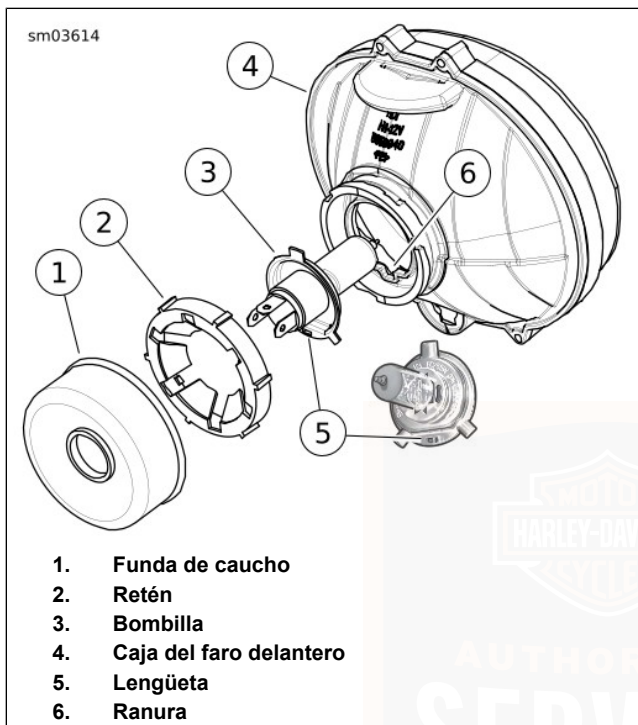

Figura 65. Conjunto de la caja del faro delantero
1. Vea Figura 65. Retire la funda de caucho (1).
2. Gire el retén (2) hacia la izquierda y extráigalo.
4. Vea Figura 65. Instale la bombilla **nueva** en la caja del faro delantero. Asegúrese de que la lengüeta (5) en la bombilla está alineada con la ranura (6) en la caja de la bombilla.
5. Instale el retén (2) y gírelo hacia la derecha para asegurarlo.
6. Instale la funda de caucho (1) sobre el retén hasta que quede al mismo nivel que la base del portalámpara.